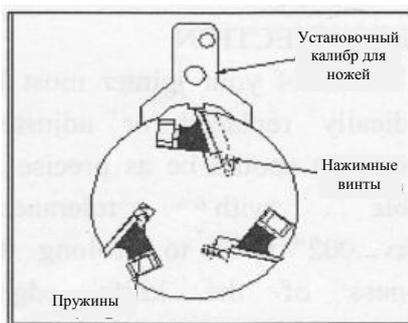

Рисунок 7, на котором показано
4. С помощью установочного калибра для ножей проверьте высоту ножа. Калибр должен быть прочно установлен обеими ножками на режущей головке. См. рисунок 7. Если нож отрегулирован надлежащим образом, точка контакта в центре каждого регулировочного приспособления должна едва касаться кончика ножа. Если нож не соприкасается или если нож препятствует установке ножек регулировочного приспособления на режущую головку, ножи следует отрегулировать.